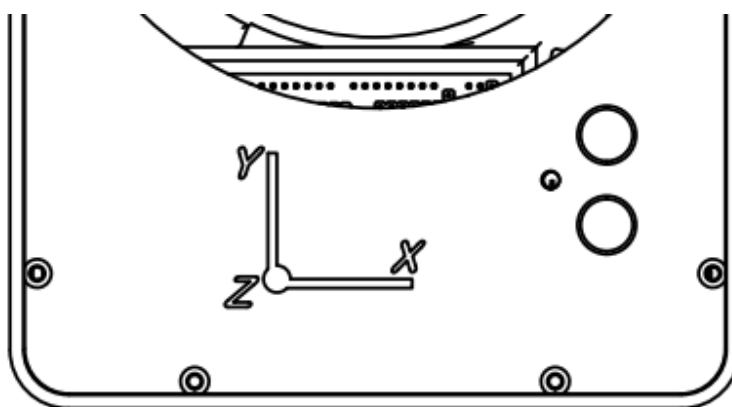

Рисунок 6-2 Гравировка с указанием осей на основании манипулятора
На передней панели установлена кнопка включения пульта дистанционного управления (1), джойстик управления манипулятором по осям X и Y (2), блок кнопок для управления по оси Z и поворотного основания R (3). Для удобства ориентирования на основании манипулятора выполнена гравировка с направлением и указанием осей (рис. 6-2). Корпус пульта выполнен из пластика методом 3D печати. В корпус установлена управляющая плата, плата с органами управления, элементы питания.